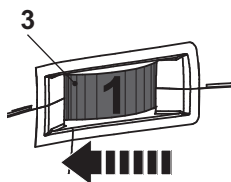

Fig. 8
- > Tournez la molette de réglage de la vitesse (3) vers la gauche (du point de vue indiqué ci-dessous) pour augmenter la vitesse maximale (Fig. 8). Le réglage plus élevé est adapté pour poncer avec des feuilles abrasives à grain fin pour effectuer des finitions.